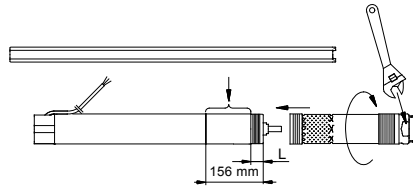

Fig. 6
1. Placér motoren horisontalt i en skruestik og spænd denne. Se fig. 6.
Bemærk: Pumpeakselen skal gå i indgreb med motorakselen. Der må bruges en skruenøgle på pumpedelens spændeflader. Se fig. 6.